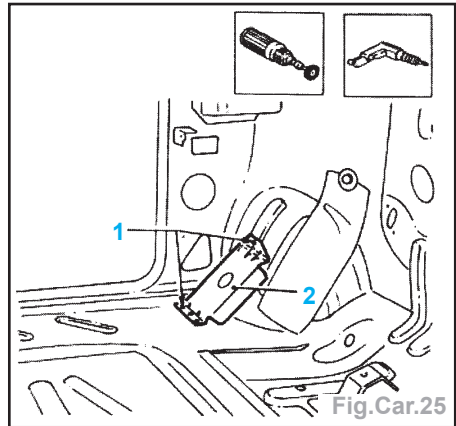

Fig.Car.25
- dépointer la pièce (1) et la déposer (2) (Fig.Car.25),
- meuler les points (1) de soudure.